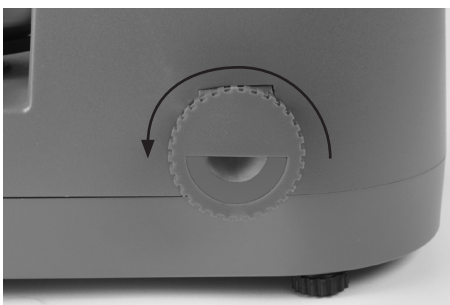

Fig. 8- Gire la boquilla de drenaje media vuelta para abrirla
Paso 2. Gire la boca de drenaje $\frac{1}{2}$ vuelta para abrirla (véase Fig. 8). Es posible que deba tocar la parte superior del dispensador para que el polvo empiece a drenar.
Paso 3. Para drenar el polvo situado en el tubo dispensador, pulse la tecla GO (IR) y el polvo se dispensará en la bandeja de polvo.